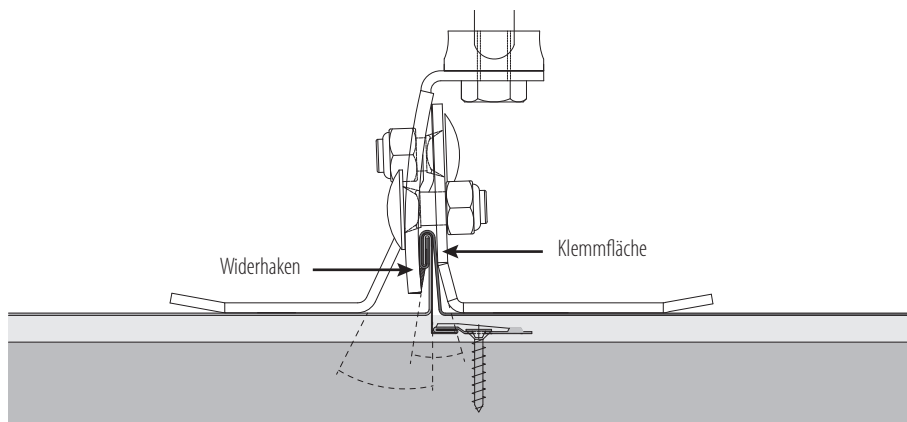

Abb. 1: Patentgeschützte Verbindungsklemme für Ankervorrichtungen
- **WICHTIG:** Beim Montieren der Anschlagvorrichtung muss die Seite der Klemme mit dem Widerhaken (Abb.1) auf der Falzseite montiert werden.